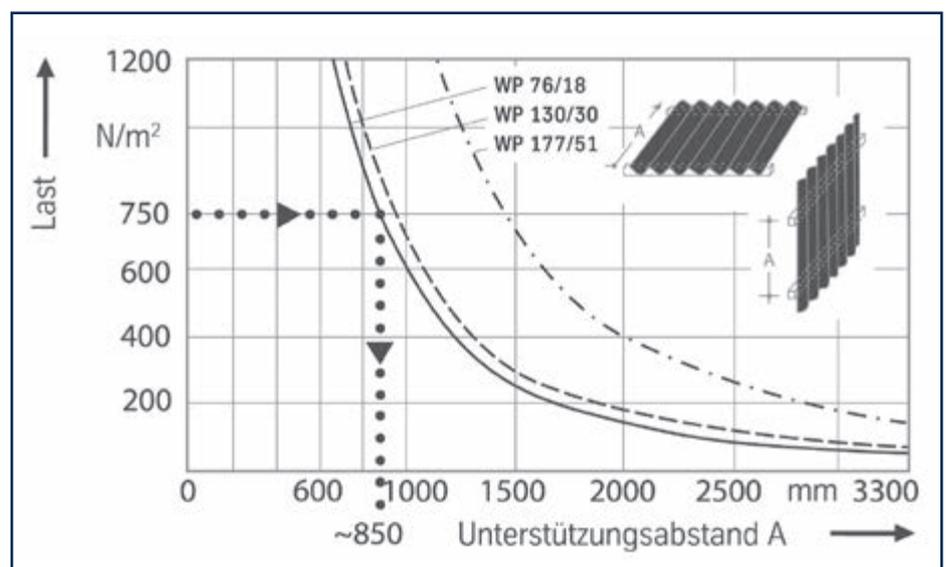

Abb. 3: Unterstutzungsabstände für PLEXIGLAS® Resist/Heatstop WP Beispiel (•••••):
PLEXIGLAS® WP werden auf statisch tragenden Unterstutzungen verlegt, die quer zur Gefälle- bzw. Wasserlaufrichtung liegen. Diese Pfetten (Dach) oder Riegel (Wand) sind in Abständen (A) zu montieren, die der Schnee- bzw. Windlast entsprechen, die für den Standort der Verglasung gilt (Abb. 3).